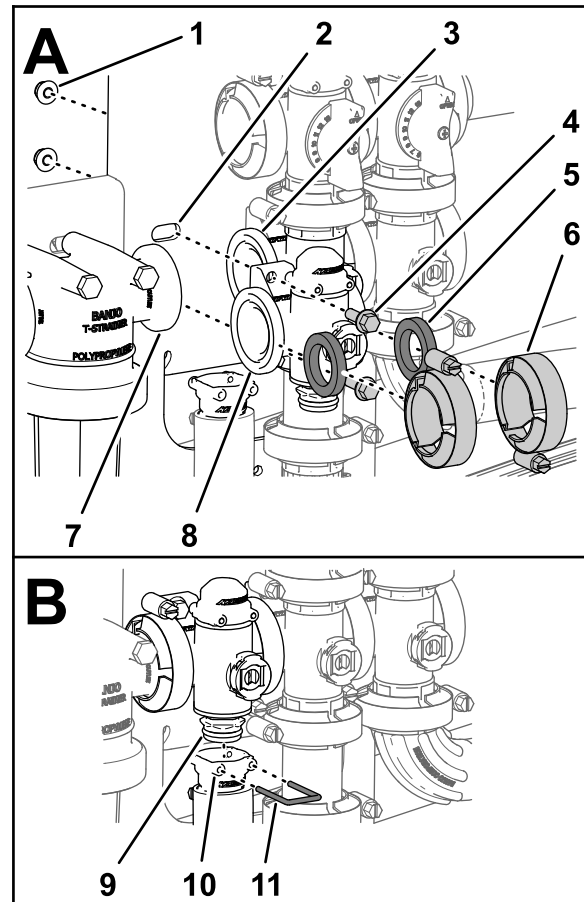

Figura 126
1. Alinee una junta entre las bridas del distribuidor de la válvula de control de caudal y la cabeza del filtro de presión (Figura 126 A).
2. Monte el distribuidor de la válvula de control de caudal, la junta y la cabeza del filtro de presión con una brida de fijación y apriete a mano (Figura 126 A).
3. Alinee una junta entre las bridas del distribuidor de la válvula de control de caudal y el distribuidor de la válvula de agitación (Figura 126 A).
4. Monte el distribuidor de la válvula de control de caudal, la junta y el distribuidor de la válvula de agitación con una brida de fijación y apriete a mano (Figura 126 A).
5. Monte la válvula de control de caudal en el soporte de la válvula con los 2 pernos con arandela prensada y 2 contratueras con arandela prensada (Figura 126 A) que retiró en el paso 3 de Retirada del distribuidor de control de caudal (página 82), y apriete el perno y la tuerca a 10-12 N·m.
6. Monte el conector de salida en el acoplamiento inferior del distribuidor de la válvula de control de caudal (Figura 126 B).
7. Sujete el conector de salida al acoplamiento insertando una horquilla de retención en el alojamiento del conector de salida (Figura 126 B).